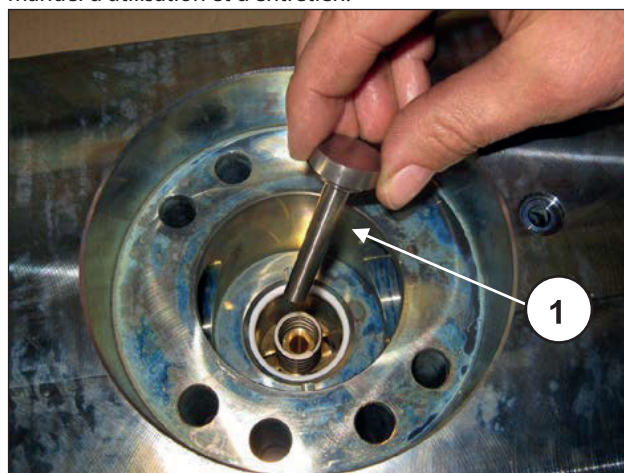
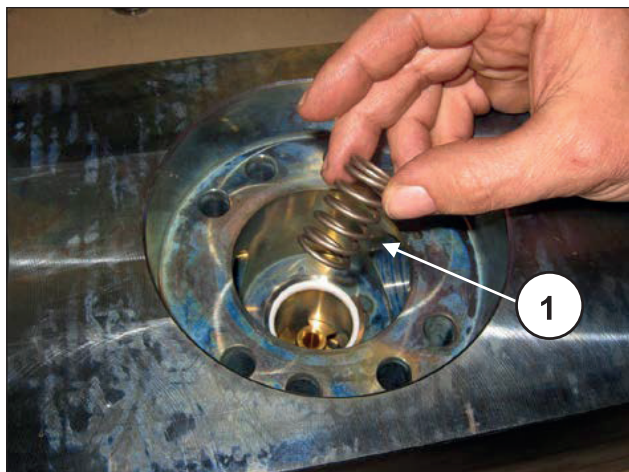
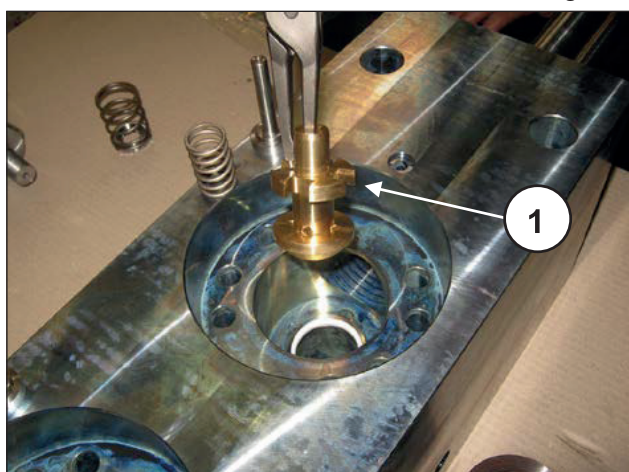

Fig. 181
Fig. 182
Fig. 183
Extraire les plateaux de refoulement (rep. ①, Fig. 181) avec leurs ressorts (rep. ①, Fig. 182) ainsi que leurs guides (rep. ①, Fig. 183) ; contrôler leur état d'usure et, si nécessaire, les remplacer. Ces remplacements devront être néanmoins effectués aux intervalles indiqués dans le chapitre 11 du manuel d'utilisation et d'entretien.